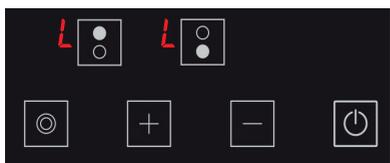

Abbildung 16
3. Die Kindersicherung ist jetzt aktiviert und das  Symbol wird an allen Kochstellen angezeigt, um auf diesen Zustand hinzuweisen. (siehe Abb. 16) Die  und  Symbole werden im Wechsel angezeigt, falls eine Kochstelle heiß ist.